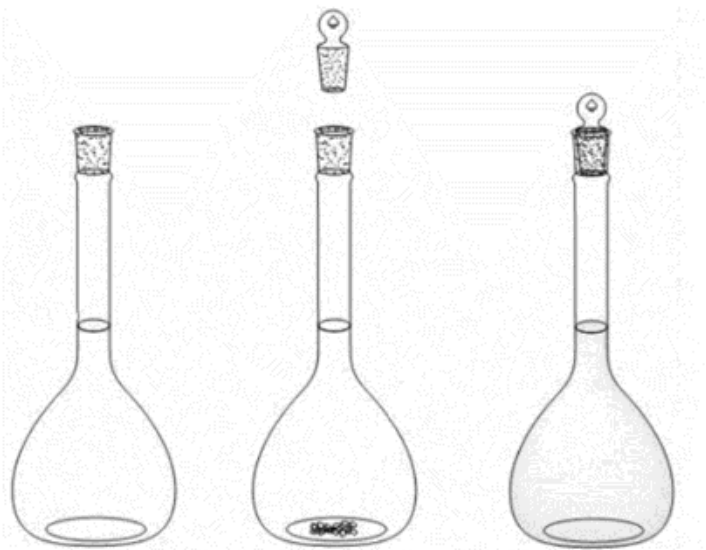

Рис. 20. Приготовление первичного стандартного раствора из кристаллического стандартного вещества
1. *Из кристаллического стандартного вещества* (установочного вещества, исходного вещества, первичного стандарта). Взвешивают на *аналитических весах* *точную навеску стандартного вещества*, переносят в *мерную колбу*, растворяют в дистиллированной воде, затем доводят до метки (рис. 20).